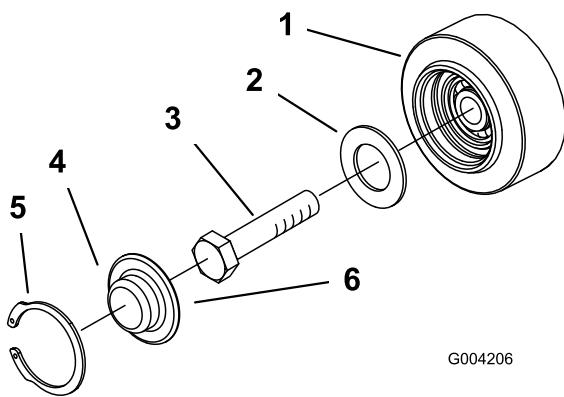

Figura 49
| 3. Rimuovere l'anello elastico e il tappo da una ruota non motrice (Figura 49). | |
4. Controllare il grasso sotto il tappo e attorno alla guarnizione (Figura 49). Se risulta sporco, sabbioso o consumato, eliminarlo completamente, sostituire la guarnizione e applicare del grasso nuovo.
6. Collocare il tappo ingrassato della ruota non motrice sulla testa del bullone (Figura 49).
7. Fissare il tappo della ruota con l'anello elastico (Figura 49).